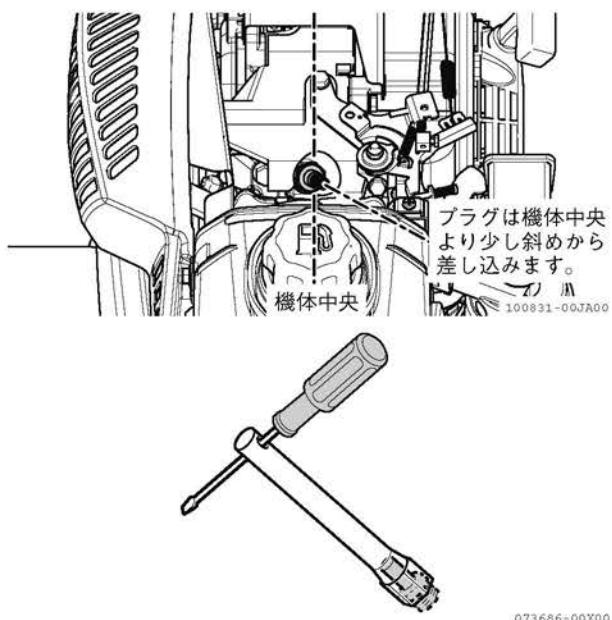

図 4-38 プラグレンチとドライバー
4. 付属のプラグレンチを使用して点火プラグをエンジンから外します。プラグレンチはお手持ちのドライバーなどと合わせてご使用ください。（図 4-38）
点火プラグを取り付けるときは、ねじ山をつぶさないように、はじめに手で締め込んでから、プラグレンチで締め付けてください。(図 4-38)